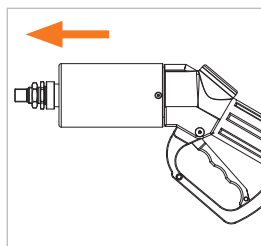

Figure 23
- ▶ Retirez soigneusement le réceptacle de service WEH® et en ligne droite du nozzle de ravitaillement (Figure 23).